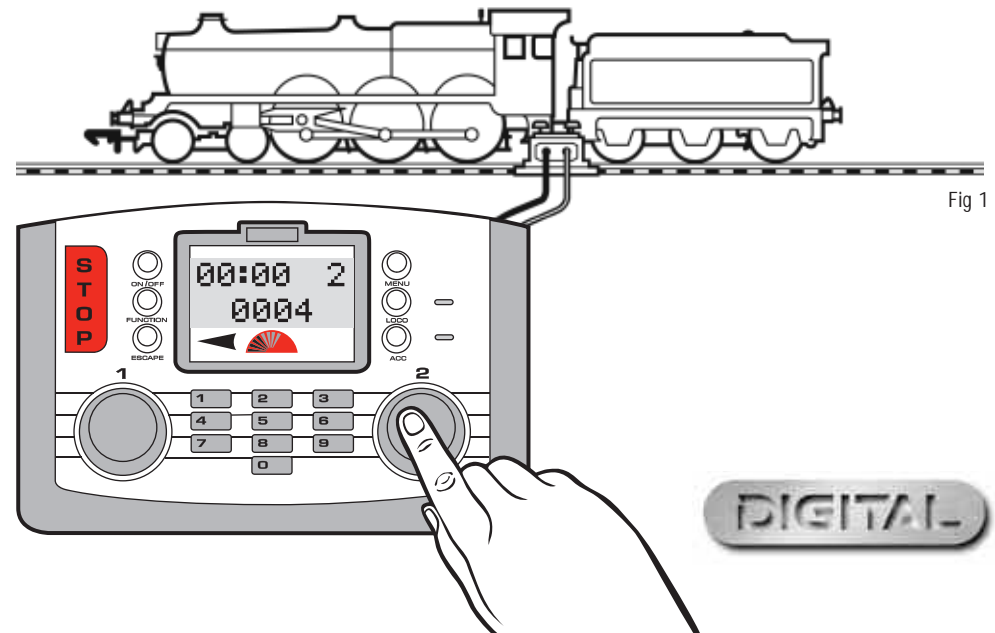

Fig 1
4. Premere e rilasciare il **comando 2**. Sullo schermo appare l'indicazione "**00:00 2 0004**". Ruotare il **comando 2**: la locomotiva comincia a muoversi. Se si desidera far muovere la locomotiva in direzione opposta, premere il **comando 2**. A questo punto, sullo schermo la direzione della freccia direzionale cambia. Vedere fig. 1.